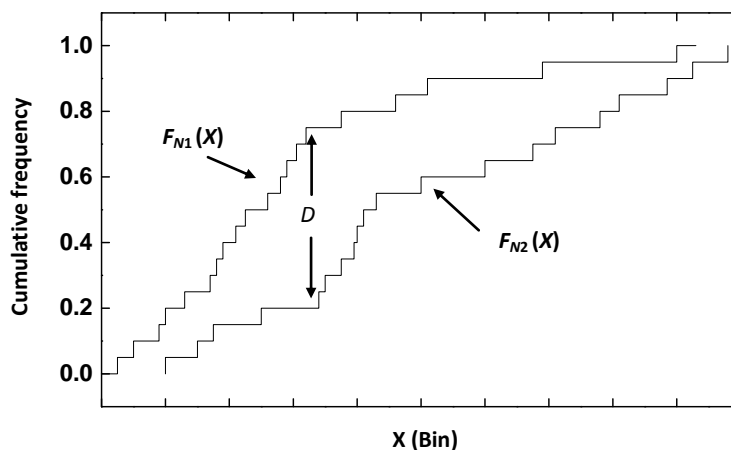

图 47. K-S 统计变量 D
- 依次将排序后的突触电流频率数进行累加，并以最后的累加值为 1，将频率数转换成相对累积频率，以突触电流幅度  $X$  为横坐标，以相对累积频率为纵坐标，作出累积概率（频率）分布图（图 47）。